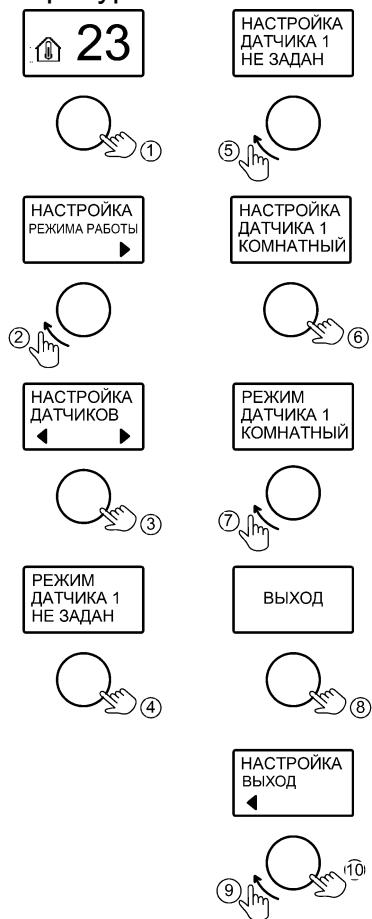

Рисунок 12. Настройка датчиков температуры воздуха
**10.5** Вкладка «ДАТЧИКИ  $t^o$  ВОЗДУХА» предназначена для активации предварительно подключенных датчиков температуры воздуха (см. рис.12). Подключение должен выполнять квалифицированный специалист. При выборе роли «КОМНАТНЫЙ» и активации режима «КОМНАТНЫЙ» (см. рис.5) котел будет поддерживать заданное значение температуры воздуха в помещении. При выборе роли «УЛИЧНЫЙ» и активации режима «УЛИЧНЫЙ» (см. рис.6) котел будет поддерживать температуру теплоносителя в зависимости от температуры